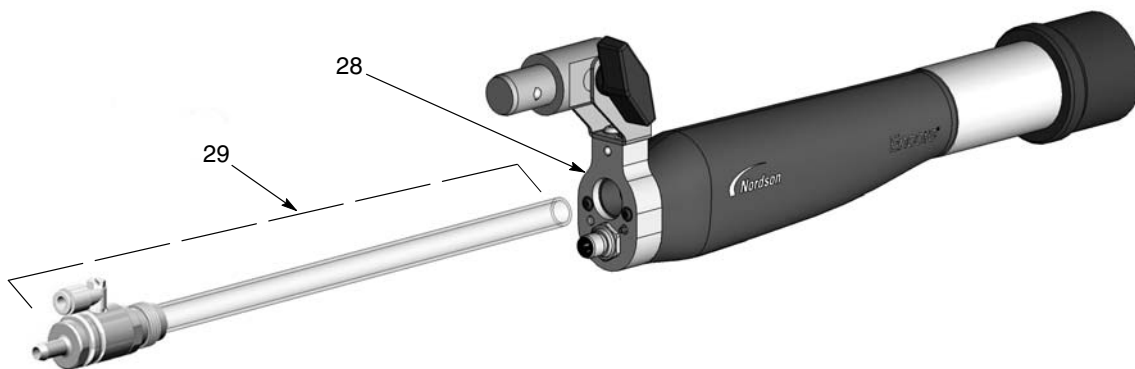

Abb. 7-1 Pulverrohr ersetzen
19. Siehe Abbildung 7-1. Das Pulverrohr (22) mit einer Drehbewegung in den Adapter (30) montieren, dabei das Pulverrohr durch den inneren O-Ring hindurch schieben, bis es einwandfrei sitzt.